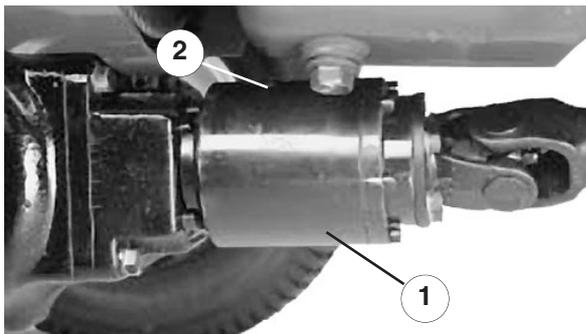

Figure 53
3. Rode a embraiagem até que o tampão de verificação fique virado para baixo (Fig 53).